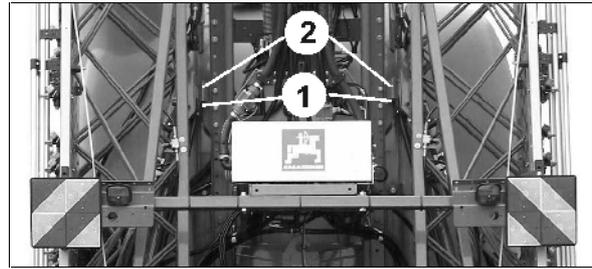

Fig. 52
2. Descendez la rampe de pulvérisation, grâce au réglage de hauteur jusqu'à ce que les supports d'arrêt (Fig. 52 /1) réceptionnent les berceaux de réception (Fig. 52 /2).
Fig. 52 montre la rampe de pulvérisation verrouillée.
Alignez la rampe de pulvérisation en utilisant la correction d'assiette, lorsque les supports d'arrêt (Fig. 52 /1) ne réceptionnent pas les berceaux de réception (Fig. 52 /2).